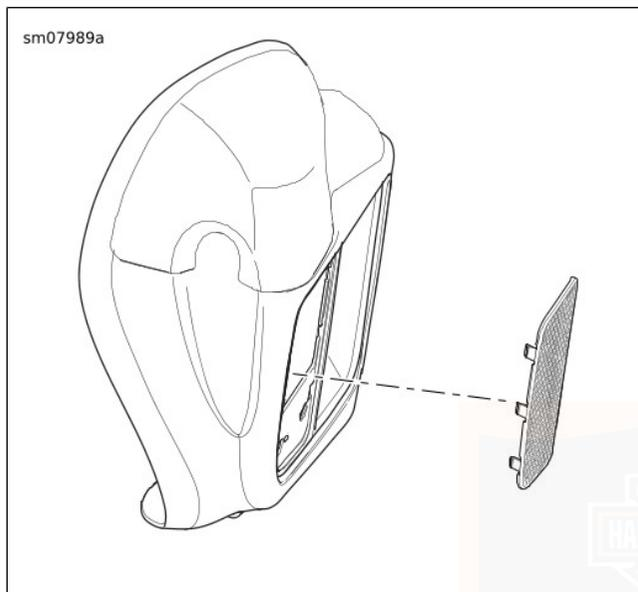

Figura 69. Pannello a griglia sulla carenatura inferiore
1. Vedere Figura 69. Rimuovere la griglia esterna dalla carenatura inferiore.